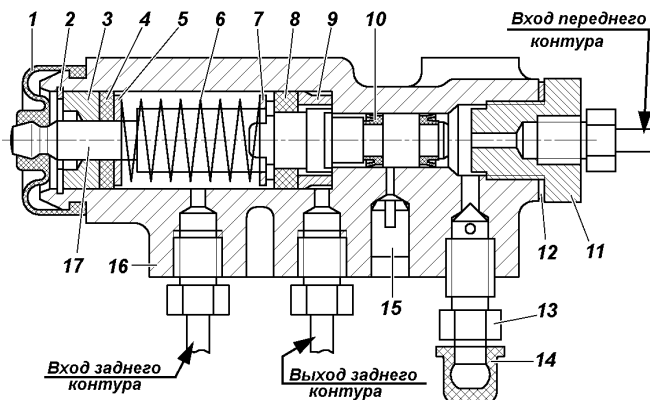

Рис. 9.34. Регулятор давления:
При нажатии на педаль тормоза поршень 17 (рис. 9.34) регулятора давления должен выдвинуться из корпуса на 1,7 - 2,3 мм. Отсутствие хода поршня, а также его недостаточный или чрезмерный ход свидетельствует о неисправности регулятора или его привода.
3. Заверните болт 4 до соприкосновения его с хвостовиком поршня 17 (см. рис. 9.34) регулятора.